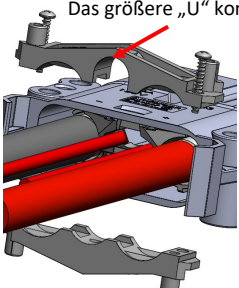

Abbildung 10
- a. Obere und untere Klammer an den offenen Stützen auf der Kabelseite des Gehäuses ausrichten (beachten Sie, dass die obere Klammer ein größeres „U“ hat und sich auf der Seite der Polaritätskennzeichen befinden sollte) (Abbildung 10)
- c. Die beiden Klammern eng an das Kabel drücken, während die Schrauben angezogen werden. Hilfskabel werden durch das „U“ geführt und dürfen nicht von der Klammer berührt werden. (Abbildung 10)